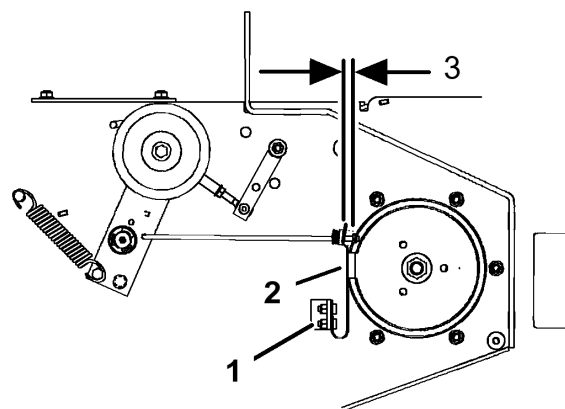

Figura 43
3. Si es necesario, ajuste los pernos de montaje del muelle hasta que la pastilla de freno de la cuchilla roce contra ambos lados de la ranura de la polea (Figura 43).
4. Ajuste la tuerca del extremo de la varilla de freno de la cuchilla hasta que quede un espacio de 3–5 mm (1/8–3/16 pulg.) entre la tuerca y el espaciador (Figura 43).